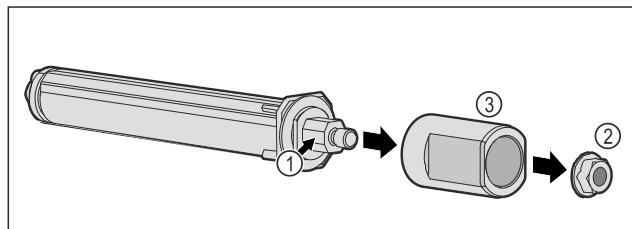

Fig. 46
- Türschließsystem Fig. 46 (1) nicht zerlegen.
- Mutter Fig. 46 (2) entfernen.
- Hülse Fig. 46 (3) abnehmen.